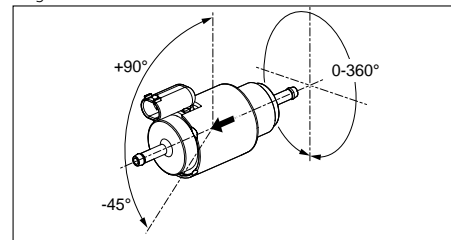

Abb. 13: Einbaulage Brennstoffpumpe DP42 und Durchflussrichtung
- ▶ Korrekte Einbaulage sicherstellen. Siehe Abb. 13.